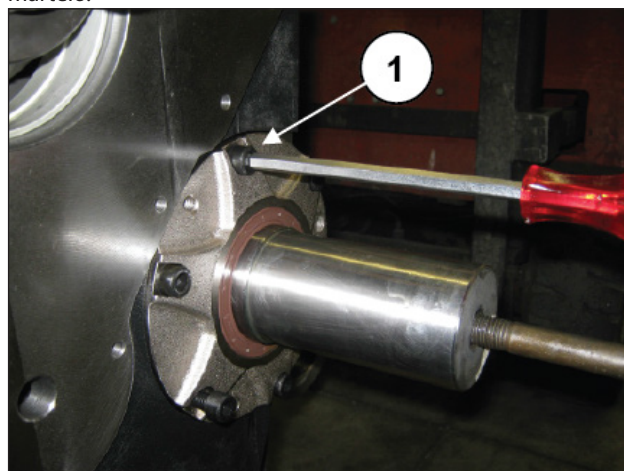
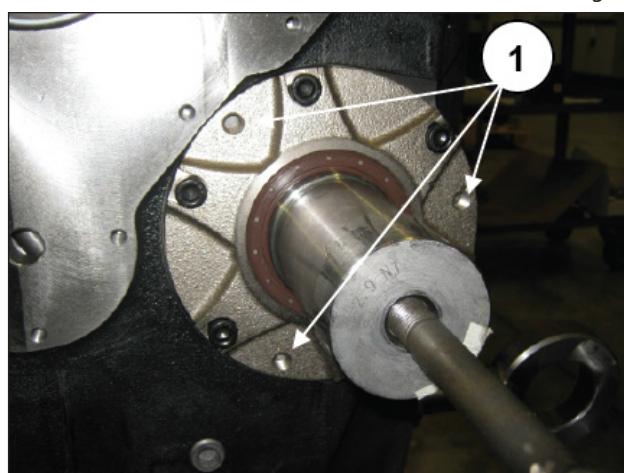

Fig. 9
Fig. 10
Solte os parafusos de cobertura do rolamento PTO direito e esquerdo (pos. ①, Fig. 9) e solte as duas coberturas do eixo PTO com as respectivas juntas. Para agilizar a desmontagem, use os furos M8 (pos. ①, Fig. 10) com a função de extratores ou martelo.